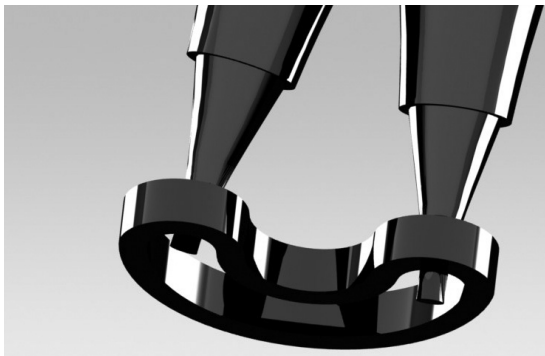

Abbildung 4
Setzen Sie zuerst die O-Ringe der Lager der Membranachse (6) in ihre Nuten ein; anschließend die Lager, wobei Sie diese mit einer Klemmringzange nierenförmig biegen (siehe Abbildung 4).